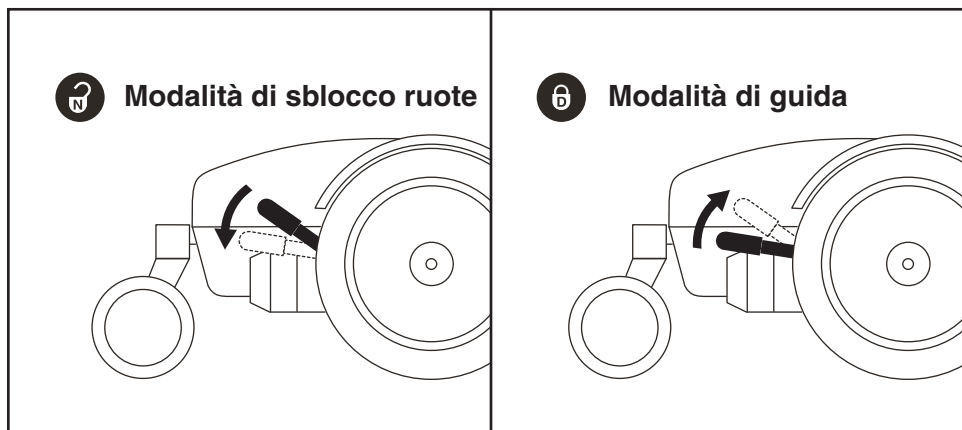

Figura 2. Leve sblocco ruote manuale
1. Premere entrambe le leve di sblocco ruote per passare alla modalità di sblocco ruote (motore di trazione disattivato). **Vedere la figura 2.**
2. Tirare su entrambe le leve di sblocco ruote per passare alla modalità di guida (motore di trazione attivato). **Vedere la figura 2.**